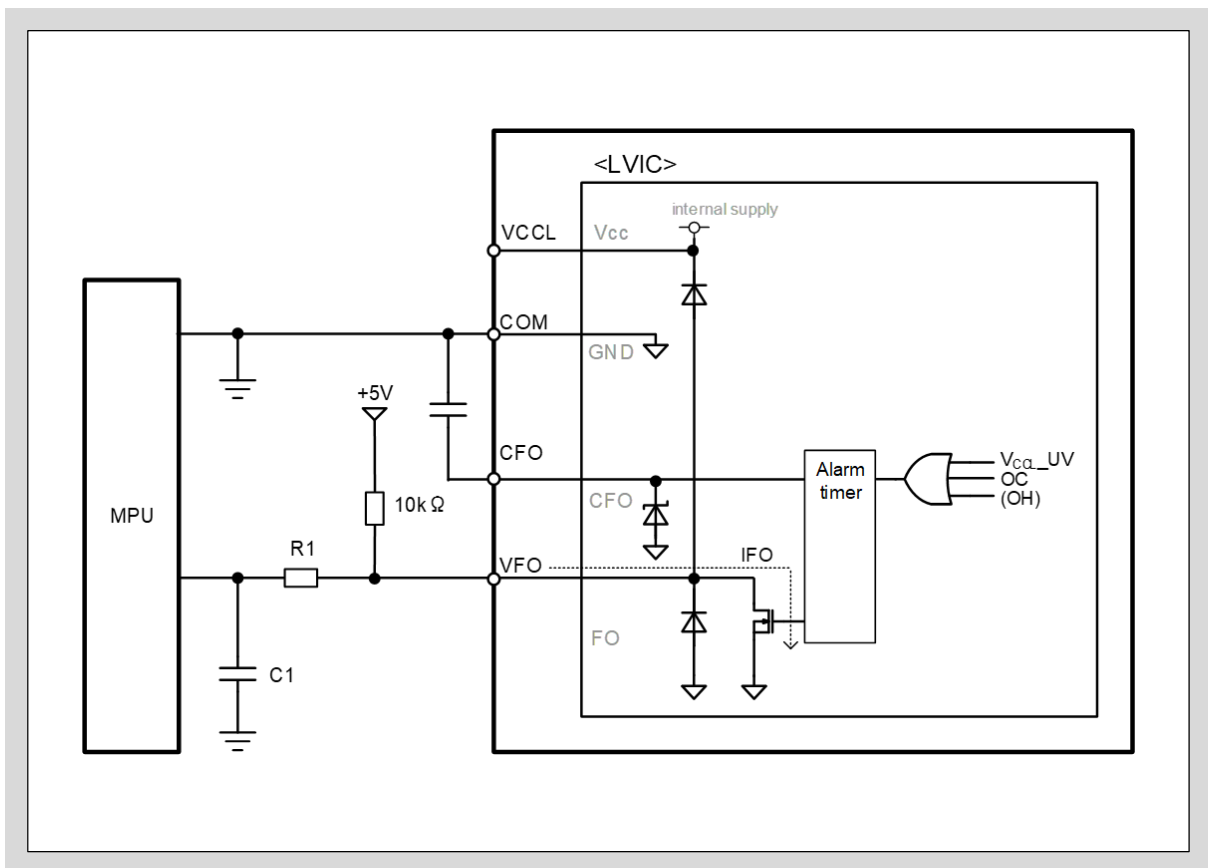
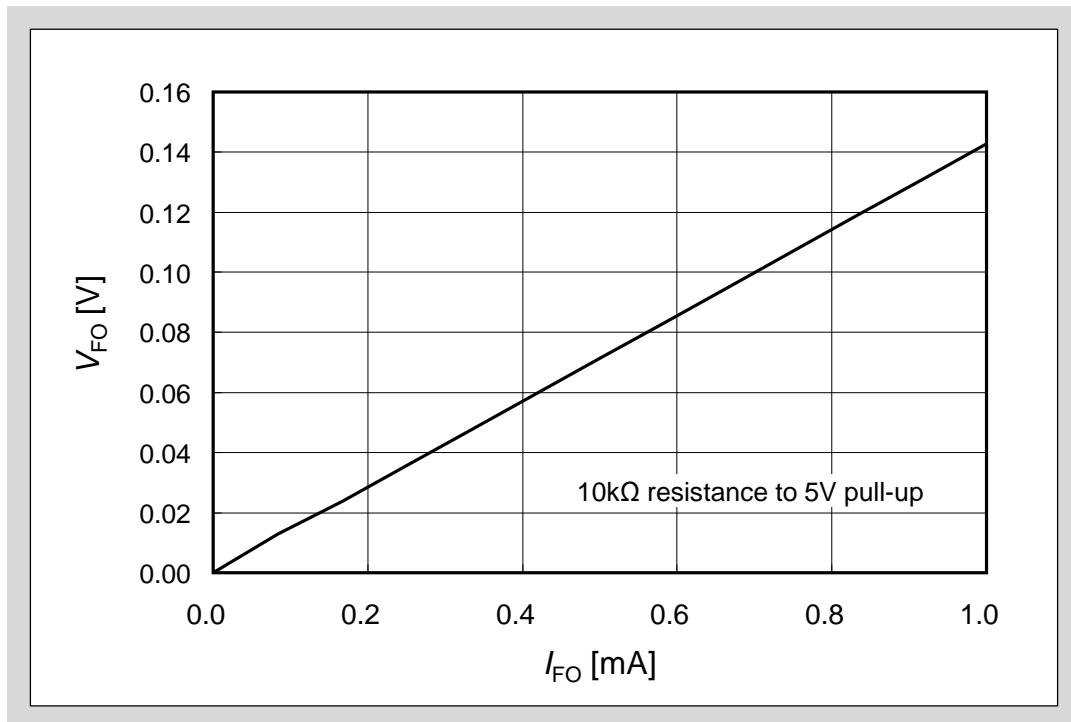

图3-21 VFO 引脚和 MPU I/O 的推荐连接电路
图3-22 报警输出时 VFO 引脚的 VI 特性
- 如图3-21所示，报警输出 VFO 引脚可以直接与 MPU 连接。VFO 引脚是开漏极输出，请使用10kΩ的外置上拉电阻和 5V 或者 3.3V 的逻辑控制用直流电源相连。此外，推荐在 MPU 连线时追加旁路电容C1和 5kΩ 以上的尖峰电流限流电阻。这些连线尽可能做到最短连接。
- 报警输出 VFO 在 V_{CC_L} 欠压保护 (UV)，过电流保护 (OC)，过热保护 (OH) 时输出报警。(过热保护仅内置于“6MBP**XTC065-50”。)
- 报警输出脉宽 (t_{FO}) 可以通过 CFO 引脚和 COM 引脚间的电容容量进行调整。电容为 22nF 时报警输出脉宽为2.4ms。 $t_{FO}C_{FO}(typ.) = t_{FO} \times (9.1 \times 10^{-6}) (F)$ 。
- 如图3-21所示， V_{CC_L} -VFO 以及 VFO-COM 引脚间电气上有二极管相连。这些二极管是为了保护 IPM 免受浪涌电压影响而内置的。如果将其作为稳压管使用，可能会导致 IPM 损坏，因此请不要将其作为稳压管用于电压钳位。
- 图3-22是报警输出时 VFO 引脚的电压-电流特性图。 I_{FO} 是图3-21所示 VFO 引脚的漏电流。